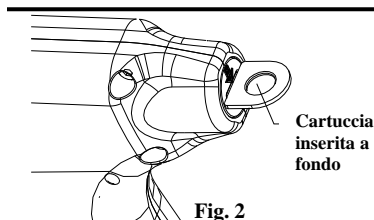

Fig. 2
4. Inserire la Cartuccia nella fessura sita sul retro dell'impugnatura. (Fig.2), facendo attenzione ad impugnarla dal suo estremo prossimale, evitando così di toccare le Clip in Titanio.